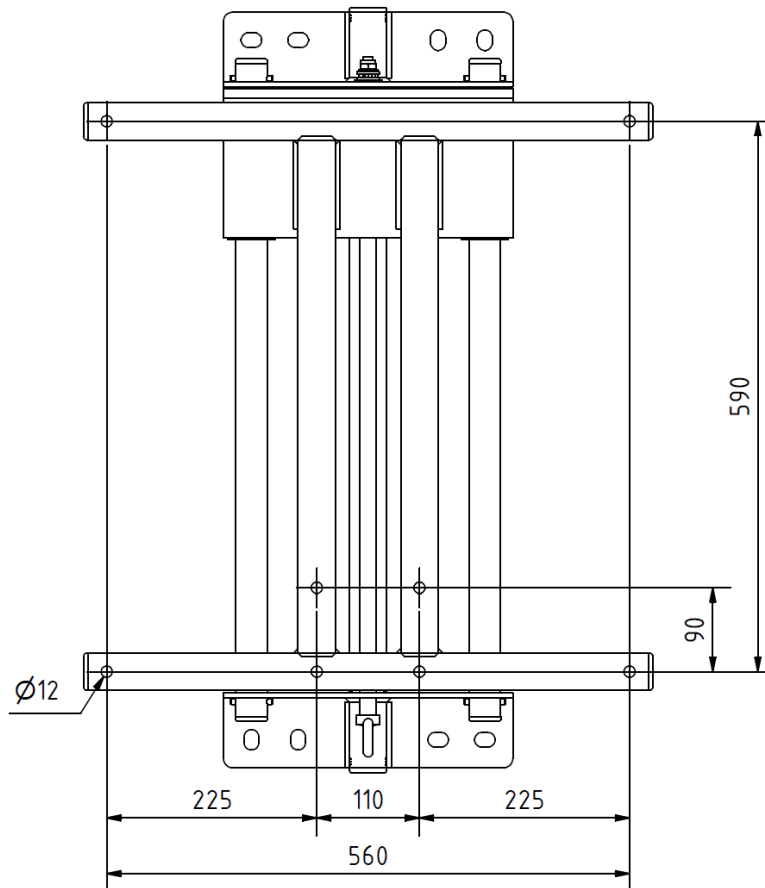

Abbildung 5: Bohrbild für das Basketball Zielbrett
Für die Montage des Zielbrettes und des Korbes (nicht im Lieferumfang enthalten) an der Basketball-Übungsanlage ① bohren Sie 12 mm Löcher in das Brett, wie in Abbildung 5 dargestellt.